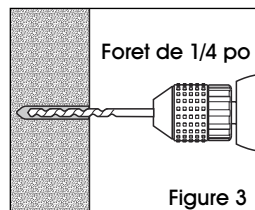

Figure 3
- Percez des trous pour chaque support aux emplacements marqués avec le foret de 1/4 po. (Voir Figure 3)